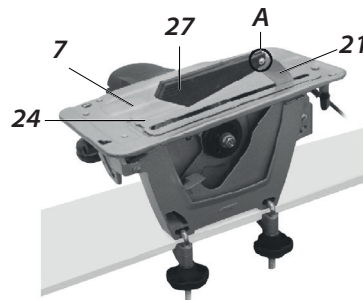

Рис. 6
**г)** Для проведения мелких стационарных работ пила устанавливается на горизонтальной поверхности верстака на неподвижный кожух и основную ручку так (Рис. 6). Фиксация на верстаке осуществляется с помощью отверстий (14) струбцинами (входящие в комплект).
**2.** Проверьте исправность пильного диска, наличие и правильность установки расклинивающего ножа (21) (Рис. 6).
**4.** Зафиксируйте пилу на горизонтальной поверхности прочного верстака или стола струбцинами (22) так, как показано на рис. 6.
**5.** Ручкой (10) отведите нижний защитный кожух, установите накладку стола (24) и зафиксируйте ее на столе винтом М4 из комплекта крепежа (23). Отпустите ручку защитного кожуха.
**6.** Установите дополнительный защитный кожух (27) на расклинивающий нож с помощью оси (А) (см. Рис. 6), вставив ее в отверстия кожуха и ножа. Зафиксируйте ось шплинтом из комплекта крепежа. Убедитесь, что дополнительный кожух может свободно подниматься и опускаться вокруг оси.
**7.** Струбцины (22) (Рис. 7), накладка стола (24) с ее винтом, дополнительный защитный кожух (27) (Рис. 6), ось (А) и ее шплинт используются только при стационарной работе пилы.